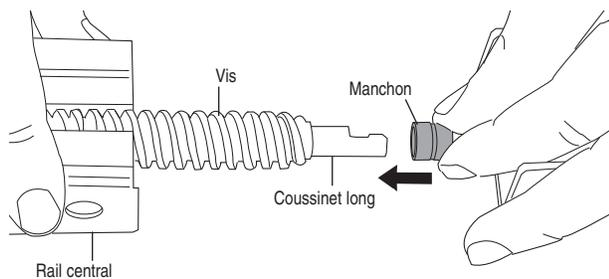

Figure 5
- Faites glisser le rail central de manière à ce que les trous de celui-ci et ceux de l'entretoise soient alignés (Figure 5). Fixez avec les boulons.